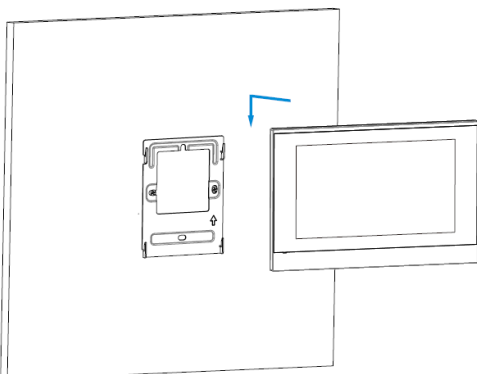

Abbildung 6: Gerätemontage
8. Richten Sie das Gerät an der Wandhalterung aus. Drücken Sie das Gerät nach unten, um es sicher zu befestigen (Abbildung 6).